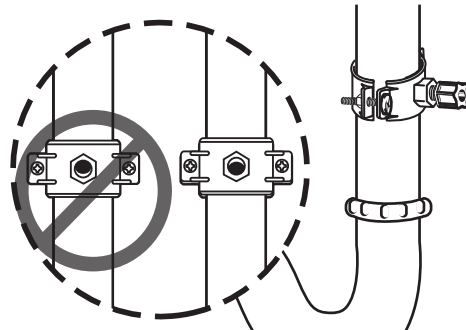

Figure 38
6. Assurez-vous que la rondelle en caoutchouc noire est bien en place dans le collier de serrage et placez le collier de serrage sur le trou percé. Regardez par le trou et positionnez le collier de manière que son centre soit légèrement plus haut (1/16 po) que le centre du trou percé (voir la Figure 38). Serrez le collier fermement.